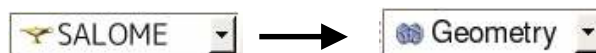

図 9 : SALOME テキストボックス
- ① ランチャー画面のメニューバーにあるテキストボックスを「SALOME」から「Geometry」に変更する。(図 9)